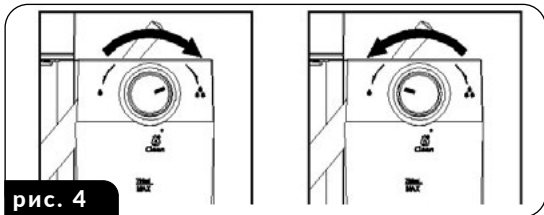

рис. 4
**ВНИМАНИЕ!** Перед приготовлением кофе КАПУЧИНО отрегулируйте количество вспененного молока в соответствии с собственными предпочтениями, повернув ручку подачи (23) влево, чтобы получить больше пены, или вправо, чтобы уменьшить количество пены (рис. 4). Интенсивность пены можно регулировать также во время процесса вспенивания.
**ВНИМАНИЕ!** Перед приготовлением кофе ЛАТТЕ отрегулируйте количество вспененного молока в соответствии с собственными предпочтениями, повернув ручку подачи (23) вправо, чтобы получить больше пены, или влево, чтобы уменьшить количество пены (рис. 4). Интенсивность пены можно регулировать также во время процесса вспенивания.
1. Установите выбранный фильтр (13) в колбе (10), заполните его кофе и установите колбу в кофемашине.
2. Убедитесь, что в емкости (15) находится достаточное количество воды, а в емкости (19) – достаточное количество молока.